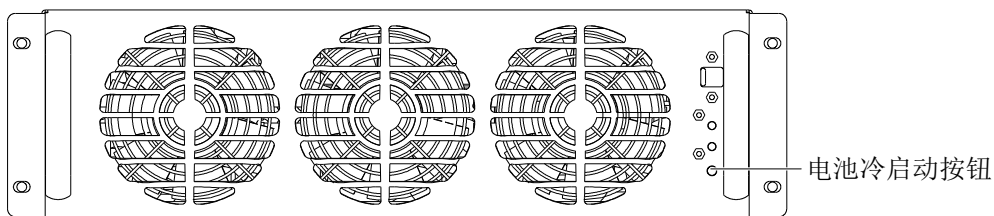

图 5-7 电池冷启动按钮
2. 电池开关闭合 30 秒后，按任一功率组件的电池冷启动按钮（位置见图 5-7）。